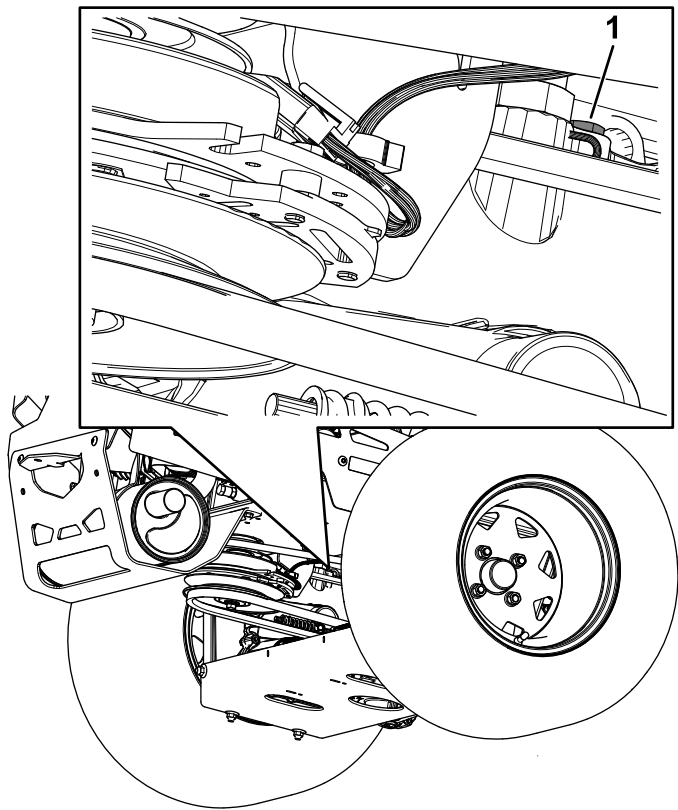

Figura 93
- **Transmisiones hidrostáticas ZT 5400:** utilice una llave de 7/16" para acceder al tapón de ventilación desde debajo de la máquina (Figura 93).